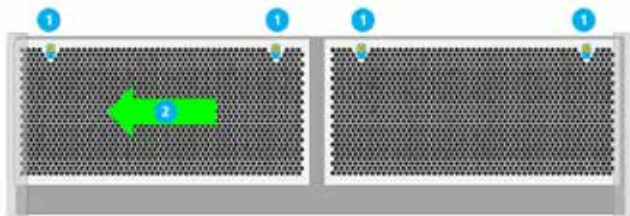

Fig 9.1 GS-deksel bevestigingspunt
2. GS units, Draai de schroeven los (NIET VERWIJDEREN) aan de bovenzijde van elke voorste inlaatklep [1] (zie afbeelding 9.1 en 10 hondenbotgleuf) en schuif vervolgens de linkse klep naar links [2], zodat de klep onder de eindkap kan worden geschoven. Hierdoor kan de volgende afdekking naar links worden geschoven [3] (zie figuur 9.1) zodat deze uit de schroefgleuf [4] kan worden losgemaakt door deze naar voren te trekken en naar boven uit de onderste gleuf in de koffer te tillen.